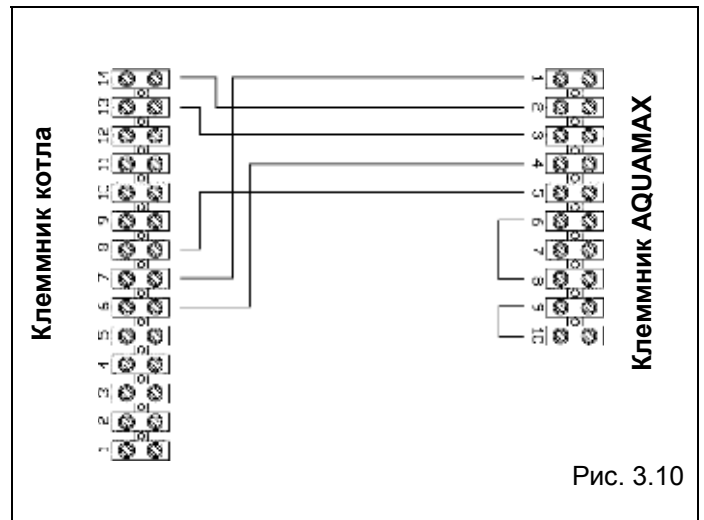

Рис. 3.10
- выполните электрическое подключение как показано на рисунке (рис. 3.10)